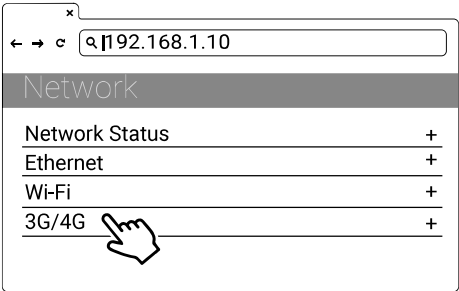

Figura 4-9. Informazioni di rete
- 4) Selezionare: SET I Network I 3G/4G. Vedere la seguente figura 4-9.